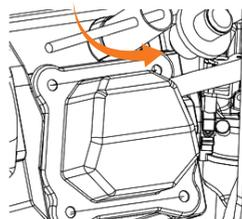

Рис. 27
- Очистите свечу зажигания от нагара металлической щеткой, измерьте зазор между электродами при помощи плоского шупа. При необходимости откорректируйте зазор, осторожно подгибая боковой электрод. Зазор должен быть в пределах: 0,7-0,8 мм (Рис. 27).